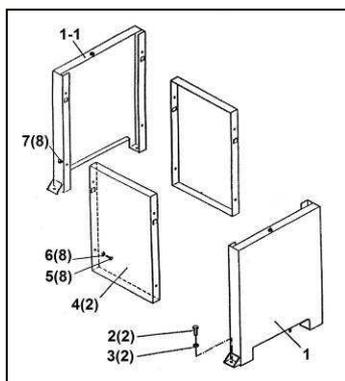

Fig 7
- Assemblez les panneaux de gauche (1-1), arrière (4) et de droite (1) avec 4 vis hexagonales M8x16 (5), 4 rondelles de 8 (6) et 4 écrous M8 (7) (Fig 7 & 8).
- Assemblez le panneau avant (4) sur les panneaux de gauche (1-1) et de droite (1) avec 4 vis hexagonales M8x16 (5), 4 rondelles de 8 (6) et 4 écrous M8 (7)